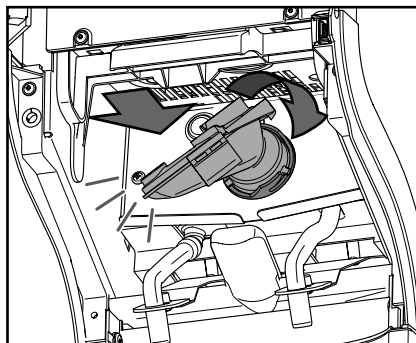

Bild 40
8. Sätt tillbaka mixerskålen med tätningsringen igen och vrid den medurs tills det tar emot (bild 40).